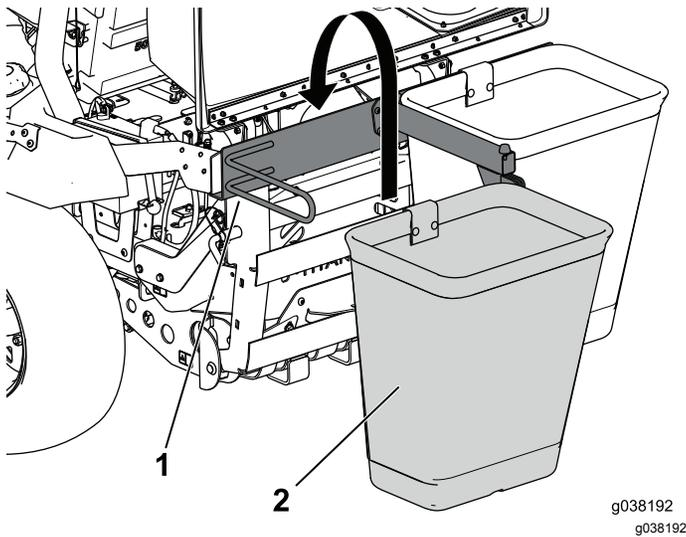

Bild 19
1. Haken Sie den Grasfangkorb am Rahmen des Heckfangsystems ein (Bild 19).